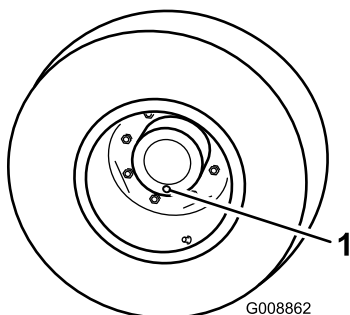

Bild 74
1. Wenn sich die Maschine auf einer ebenen Fläche befindet, das positionieren Sie das Rad so, dass sich die Prüf-/Ablassschrauben (Bild 74) in der untersten Stellung (6 Uhr) befindet.